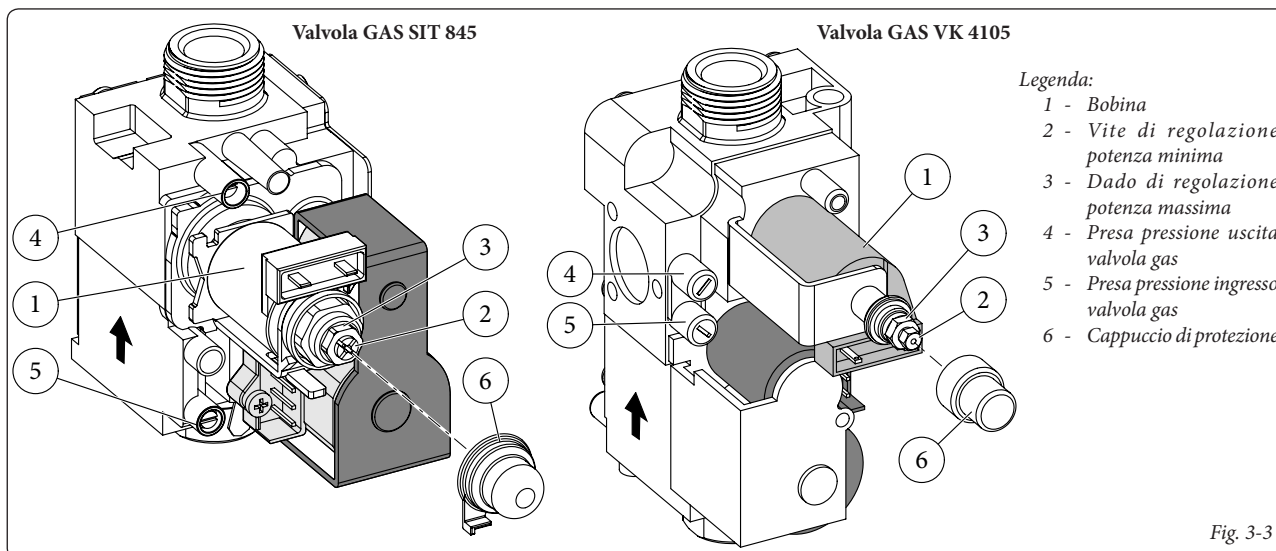

Fig. 3-3
N.B.: tutte le operazioni relative alle regolazioni delle caldaie devono essere effettuate da un tecnico abilitato (ad esempio il Servizio Assistenza Tecnica Immergas). La taratura del bruciatore deve essere effettuata con un manometro differenziale ad "U" o digitale, collegato alla presa di pressione posta sopra la camera stagna (part. 9 Fig. 1-33) e alla presa pressione di uscita valvola gas (part. 4 Fig. 3-3), attenendosi al valore di pressione riportato nella tabella (Parag. 3.17) per il tipo di gas per il quale la caldaia è predisposta.
- Regolare sul dado in ottone (3 Fig. 3-3) la potenza nominale della caldaia, attenendosi ai valori di pressione massima riportati nelle tabelle (Parag. 3.17) a seconda del tipo di gas.
- Regolazione della potenza termica minima di caldaia in fase sanitario (Fig. 3-3).